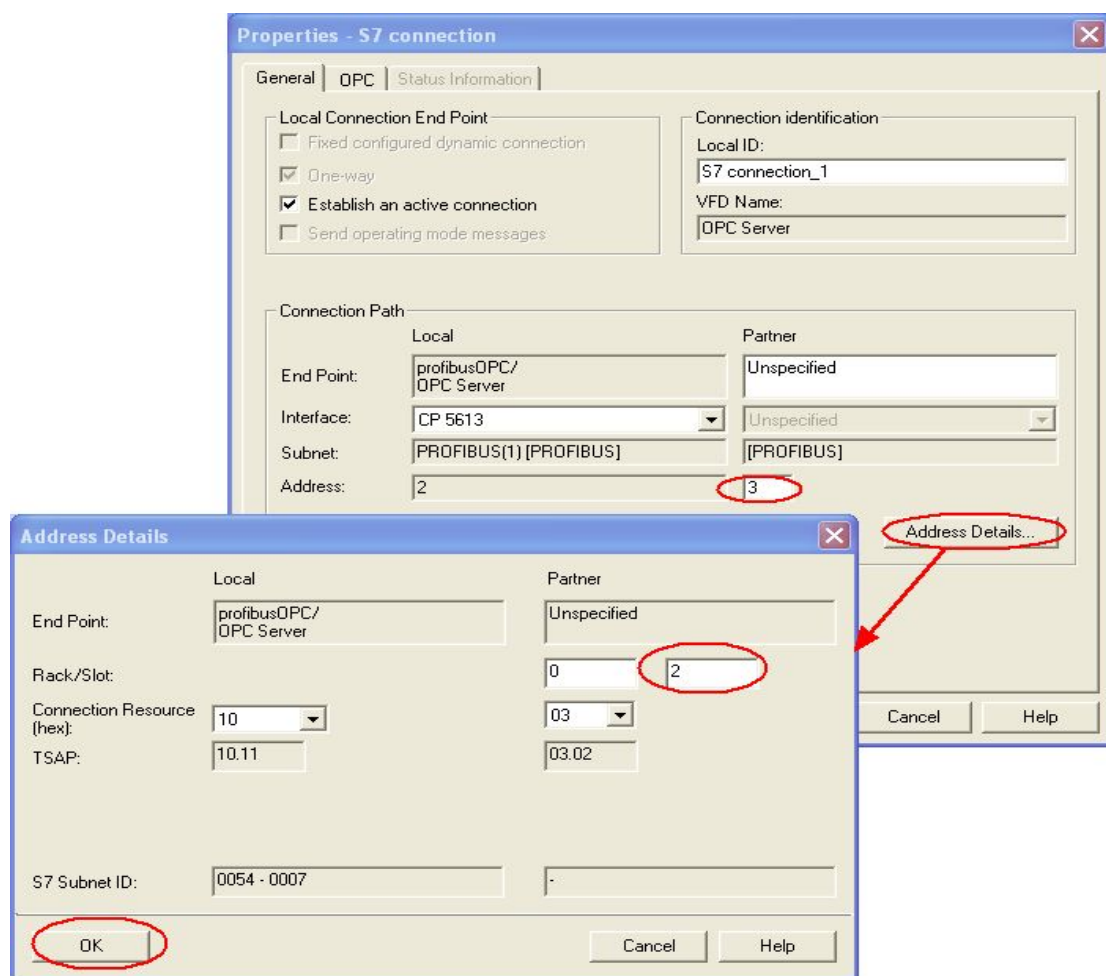

图 17: S7 连接属性与连接地址
8) 在 S7 连接属性对话框中，将所要连接对象的 Profibus 地址填入到图 17 标注的 Partner、Address 对应空白框中。然后选择“Address Details”按钮，对地址进行进一步设置。所要设置的参数是机架和插槽号(Rack/Slot)。如果连接对象是 S7 300 PLC，则机架和插槽号分别为 0，2。如是 S7 400 CPU，要根据实际机架和插槽号来设置。设置完成后点击 OK 确认。